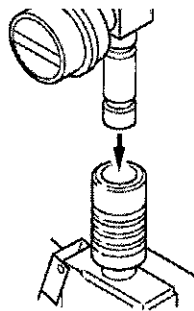

Figura 4: Instale el conector de manguera
4. Empuje el conector de manguera en la aceitera coaxial en línea (figura 4).